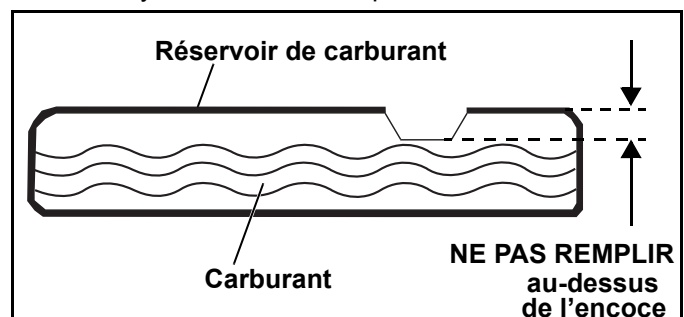

Figure 3-9. Réservoir de carburant
3. Versez lentement l'essence dans le réservoir afin d'éviter un trop-plein. Voir Figure 3-9.